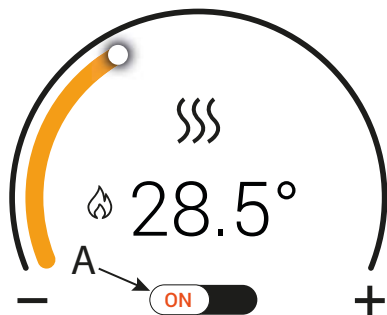
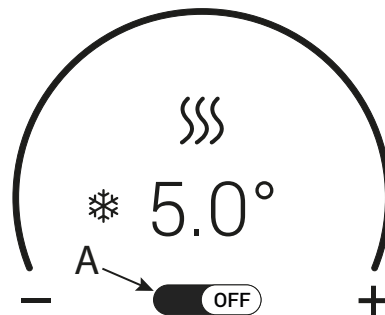

fig. 4- Función calefacción activada
fig. 5- Función calefacción no activada
Tocando el mando “A” (fig. 4 y fig. 5) es posible habilitar (ON) o deshabilitar (OFF) el funcionamiento de la calefacción.